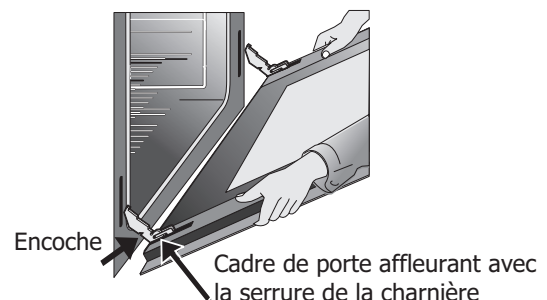

Figure 14: Retirer la position de la porte
4. Tirez le bas de la porte vers vous tout en tournant le haut de la porte vers l'appareil pour désengager complètement les leviers de charnière (Figure 14).
1. Saisissez fermement les deux côtés de la porte du four le long des côtés de la porte. N'utilisez pas la poignée de la porte du four (Figure 14).
2. Tenez la porte du four dans le même angle que la position de retrait. Insérez avec précaution les leviers de charnière dans le cadre du four jusqu'à ce que vous sentiez que les leviers de charnière sont en place dans les encoches de charnière. Les leviers de la charnière doivent être complètement enfoncés dans les encoches avant que la porte du four puisse être complètement ouverte. (Figure 14).